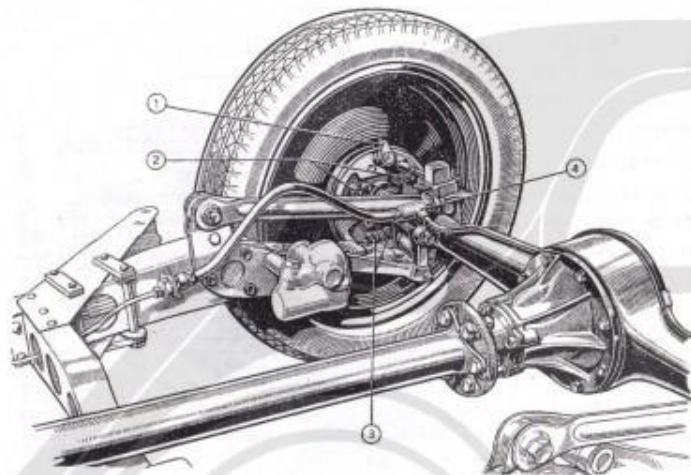

Fig. 31. — Detalle de una rueda posterior.
Si la carrera en vacío del pedal resultase excesiva, lo que querrá decir que las juntas de los frenos están en parte desgastadas, habrá que reglarla actuando mediante las excentricas superiores (2) de apoyo de las mordazas (fig. 31), de forma que llegue a 0,25 mm alrededor el juego entre juntas y tambor, en correspondencia con las indicadas excentricas. Hay que tener presente, sin embargo, que tal operación puede ser ejecutada únicamente en las Estaciones de Servicio que tienen las herramientas adecuadas.